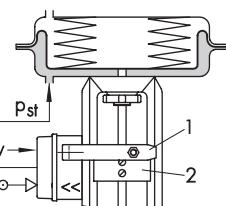

Рис. 7
При монтаже должна соблюдаться соответствующая схема компоновки согласно рис. 7 – 10 в п. 4.1.
Давление исполнительного импульса (выходной сигнал) подводится к приводу с верхней или нижней стороны в зависимости от компоновки по рис.7–10.
При координации сервопривода, задающей величины, направления действия и монтажного положения руководствоваться схемами на рис. 7–10.
##### 4.1.1. Установка и изменение направления действия (рис. 7–10 и рис.11)
При переналадке направления действия после однажды установленной координаты позиционера и сервопривода следует иметь в виду, что кроме переустановки опоры сопла необходимо также изменить монтажное положение позиционера. Расположение рычага (1) относительно пластины (20) с прилеганием сверху или снизу согласно рис. 7 – 10 должно обязательно учитываться.